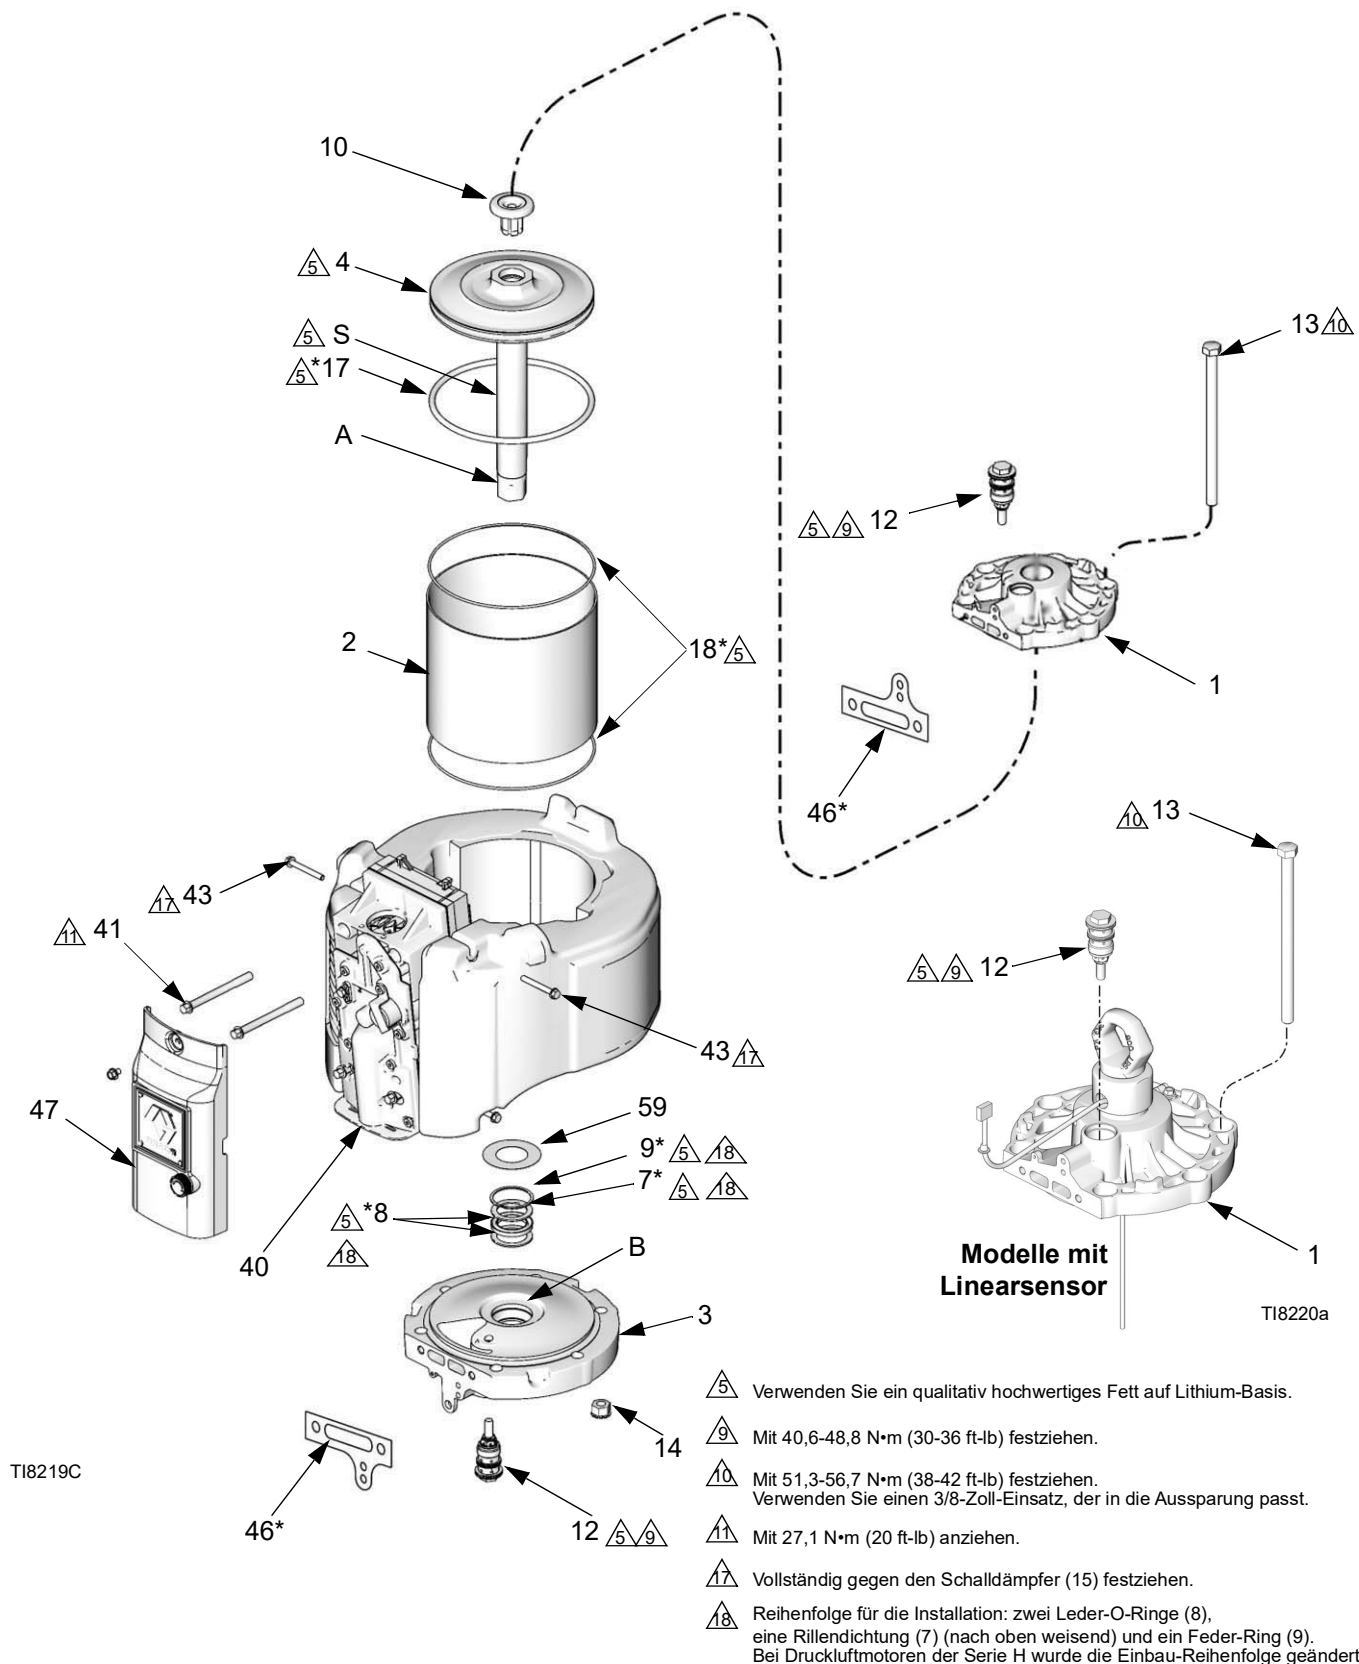

ABB. 12. Reparatur des Druckluftmotors
5. Entfernen Sie die äußere Abdeckung des Ventils (47). Siehe ABB. 12.
6. Die vier Schrauben (43) und den Schalldämpfer (15) entfernen.
7. Die beiden oberen Luftventil-Schrauben (41) entfernen. Die beiden unteren Schrauben (41) lösen, aber nicht entfernen. Wenn Sie das Druckluftventil (40) leicht neigen, ist das Auseinanderbauen einfacher.
8. Die Zugschrauben (13) entfernen. Schlagen Sie mit einem Gummihammer auf die Unterseite des Deckels (1), um diesen zu trennen. Den oberen Motordeckel abheben.
9. Trennen Sie den Druckluftmotor von der Unterpumpe (Informationen dazu finden Sie im separaten Handbuch für die Pumpe). Lassen Sie den Kolbenwellenadapter (A) an der Welle (S) befestigt.
10. Die Kolbengruppe (4) oben aus dem Zylinder (2) herauschieben.
11. Überprüfen Sie den O-Ring am Kolben (17). Untersuchen Sie den Kolben (4) und die Kolbenwelle (S) auf Kerbverschleiß und Beschädigungen. Der Ersatzkolben (4) besteht aus Kolben, Welle (S), Adapter (A) und Pufferring (10).
12. Den Zylinder (2) abnehmen. Untersuchen Sie die innere Oberfläche auf Kerbverschleiß oder andere Beschädigungen. Bei Beschädigung ersetzen.
13. Entfernen Sie den Pufferring (59), den Haltering (9), die Ersatzpackungen (8) und die V-Packung (7) von der unteren Abdeckung (3). Untersuchen Sie diese Teile auf Verschleiß oder Beschädigungen. Das Lager (B) untersuchen, ohne es auszutauschen (leichter Kerbverschleiß ist akzeptabel). Wenn das Lager beschädigt ist, ersetzen Sie die untere Abdeckung (3).
1. Siehe ABB. 12. Die beiden Ersatz-Packungen (8*) und dann die V-Packung (7*) mit den Lippen nach oben zeigend einlegen. Dann den Haltering (9*) in die untere Abdeckung (3) einsetzen. Packungen schmieren. Setzen Sie den Pufferring (59) ein.